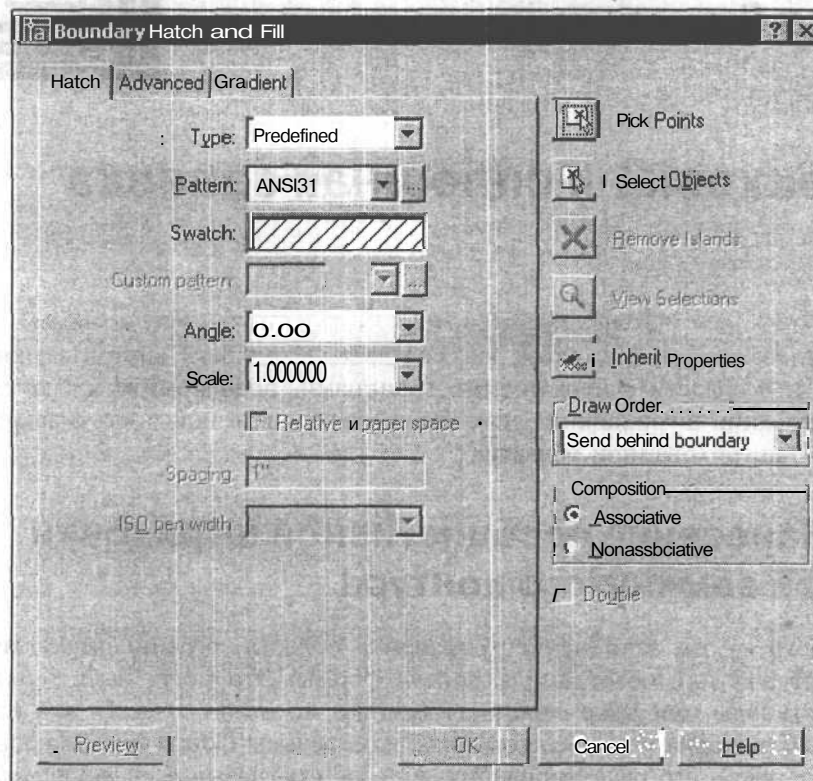

Рис. 8.1. Диалоговое окно настройки штриховки по контуру на вкладке **Hatch**
(рис. 8.1): **Hatch** (Штриховка), **Advanced** (Дополнительные) и **Gradient** (Градиентные).
2. Откройте меню **Draw** (Рисование) и выберите из него **Hatch** (Штриховка). Появится диалоговое окно **Boundary Hatch and Fill** (Штриховка/заливка по контуру) (см. рис. 8.1).
В диалоговом окне **Boundary Hatch and Fill** (Штриховка/заливка по контуру) (рис. 8.1) вместо щелчка на кнопке **Pick Points** (Указание точек) для указания внутренней точки контура можно выбрать объекты, которые следует заштриховать. Для этого необходимо щелкнуть мышью на кнопке **Select Objects** (Выбор объектов) и после временного выхода программы в графическую зону выбрать объекты, которые необходимо заштриховать. В этом случае необязательно, чтобы объекты образовывали замкнутый контур.
В рассмотренных случаях в диалоговом окне **Boundary Hatch and Fill** (Штриховка по контуру и заполнение) использовалась только вкладка **Hatch** (Штриховка) (см. рис. 8.1). Вкладка **Advanced** (Дополнительные) используется в том случае, когда зона штрихования состоит из вложенных друг в друга объектов, и важно определить способ обнаружения внутренних контуров. Программой предлагается три способа-стиля обнаружения островков (рис. 8.7).
4. В меню **Draw** (Рисование) выберите **Hatch** (Штриховка). Появится диалоговое окно **Boundary Hatch and Fill** (Штриховка/заливка по контуру) с вкладкой **Hatch** (Штриховка) (см. рис. 8.1).